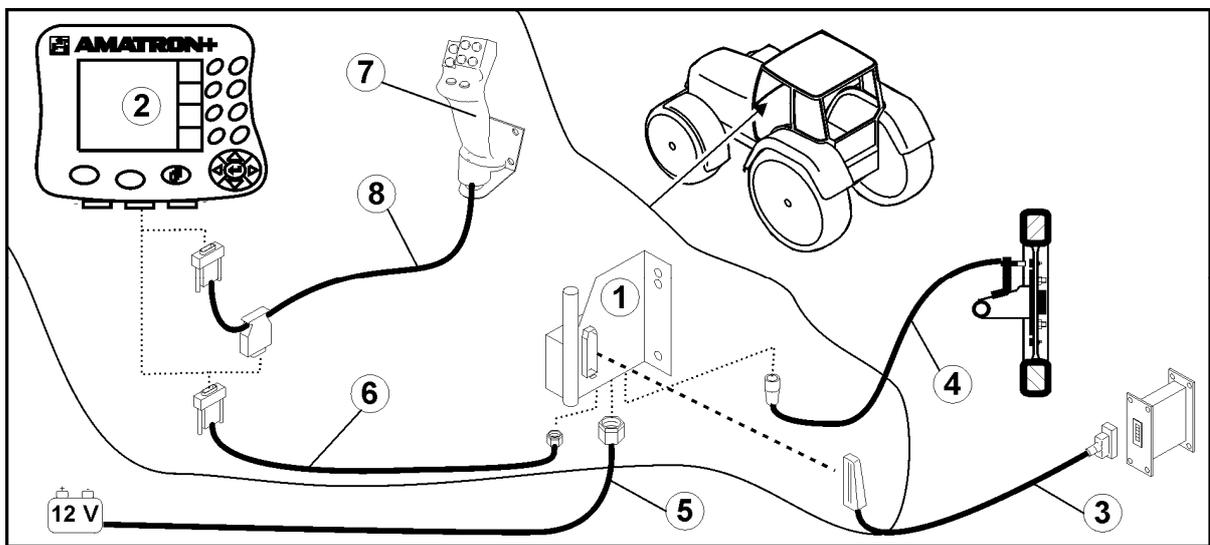
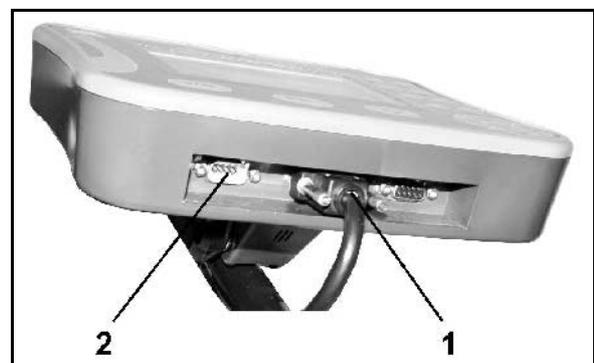

Fig. 1
Fig. 2
- L'équipement de base électrique du tracteur (Fig. 1/1, console et répartiteur) doit être monté dans le champ de vision du conducteur et à sa portée, sur sa droite. Il doit être protégé des vibrations et relié à la masse au niveau de la cabine.
- Câble de connexion à la batterie (Fig. 1/5).
- Câble signal pour la prise de signaux informatiques du tracteur ou capteur d'avancement (Fig. 1/4).
- Câble de liaison au boîtier électronique **AMATRON+** (Fig. 1/6).
- Branchez le boîtier **AMATRON+** (Fig. 1/2) sur l'équipement de base du tracteur.
- Branchez le connecteur du câble de connexion (Fig. 1/6) sur la fiche Sub-D 9 pôles centrale (Fig. 2/1).
- Branchez l'**AMATRON+** sur la machine à l'aide de la prise de connexion à la machine (Fig. 1/3).
La poignée multifonctions (Fig. 1/7) se branche sur le boîtier à l'aide d'un câble en Y (Fig. 1/8).
- L'interface série (Fig. 2/2) permet le branchement d'un assistant personnel (PDA).